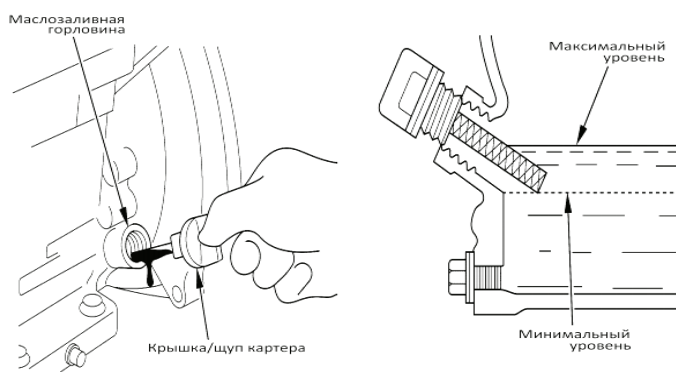

Рис.11
1. Извлеките крышку/щуп и начисто протрите его (рис.11)